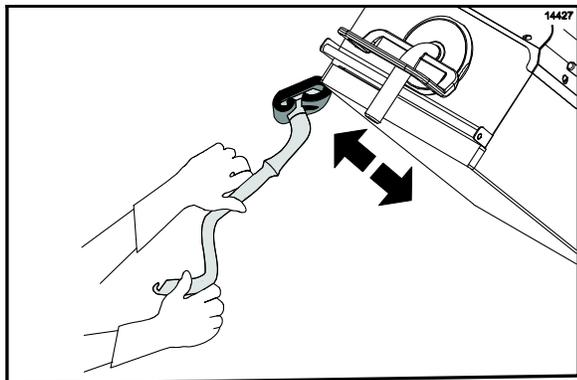

Figura 92
18. Aplique el limpiador de parrillas a los bordes exteriores de las placas derecha e izquierda. (Vea la figura 92.)